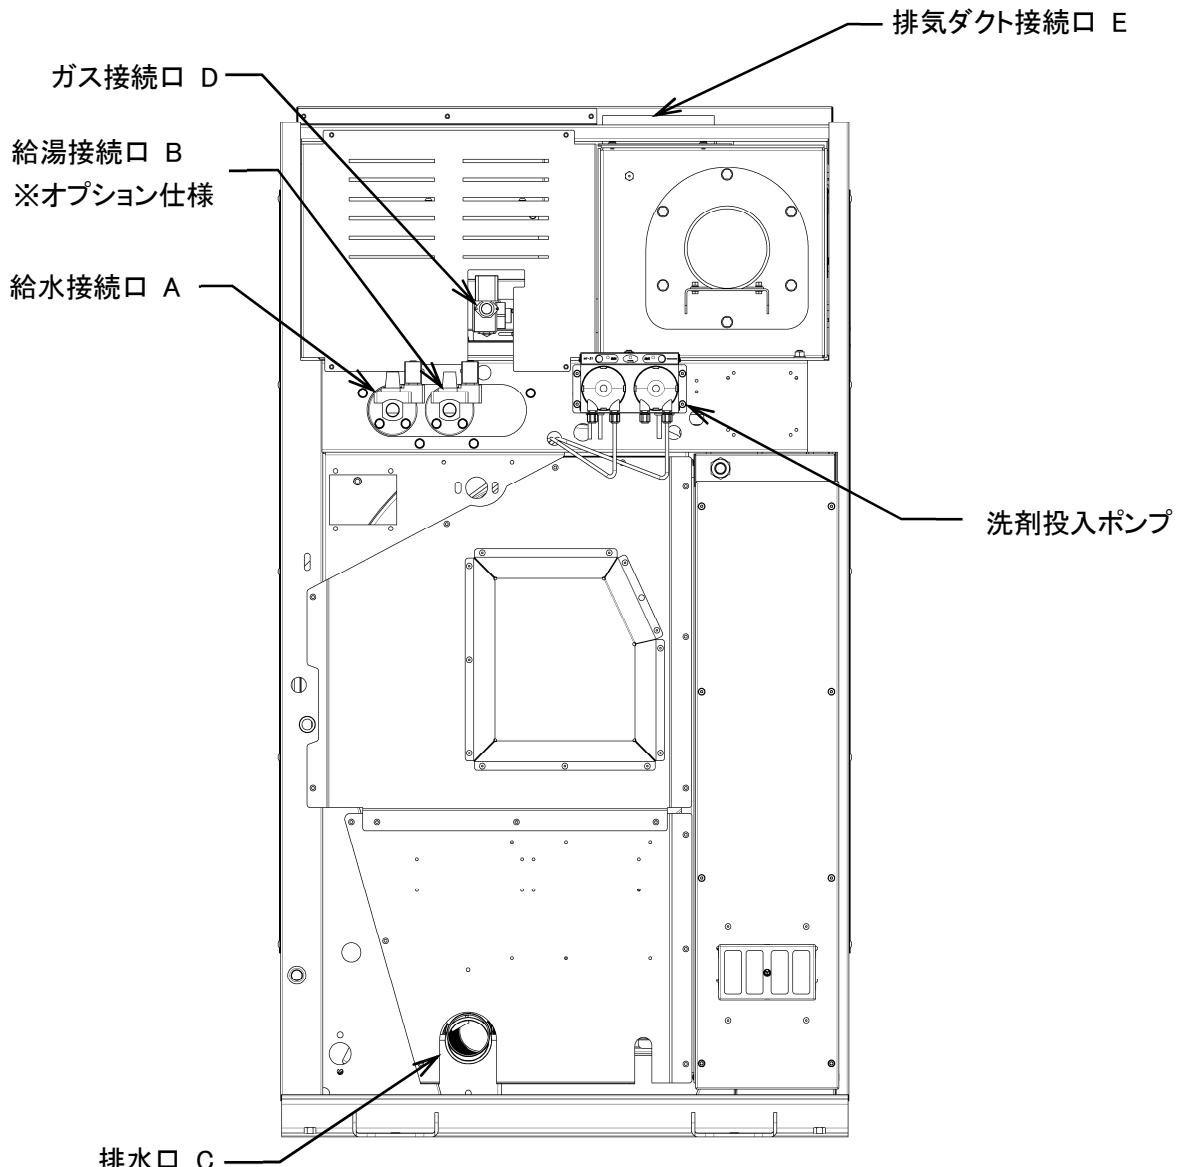

図 5-1
- ・ 給水接続口 A に配管を接続します。(図 5-1)
- ・ 給水接続口 B に配管を接続します。(図 5-1)
- ・ 排水口 C に配管を接続します。(図 5-1)
- ガス配管接続口 D に配管を接続します。(図 5-1)
- 本機械は洗剤・助剤投入ポンプを標準装備しています。(図 5-1)
- ・ 排気ダクト接続口 E にダクトを接続します。機械の排気ダクト径は、外形は ϕ 198mm です。(図 5-1)